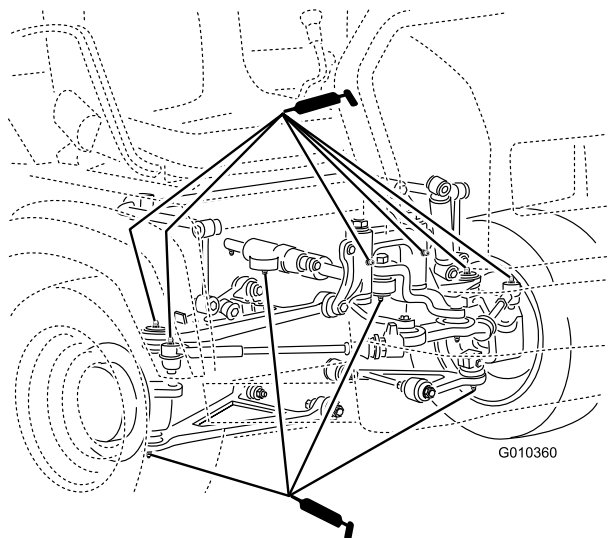

図 48
- ボールジョイント (4ヶ所); 図 48を参照
- ピボットマウント (2ヶ所); 図 48を参照
- ステアリングシリンダ (2ヶ所); 図 48を参照
- タイロッド (2ヶ所); 図 48を参照